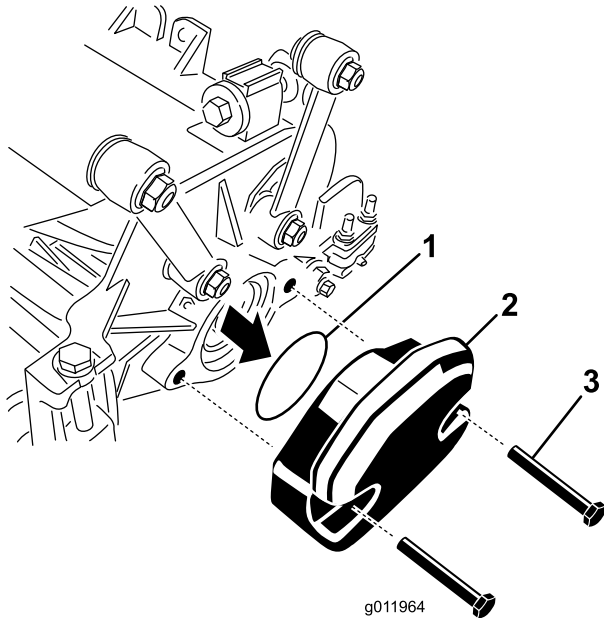

Рисунок 6
1. На режущем блоке №3 отвинтите 2 винта с головкой, которыми противовес крепится к левой стороне режущего блока. Снимите противовес Рисунок 6